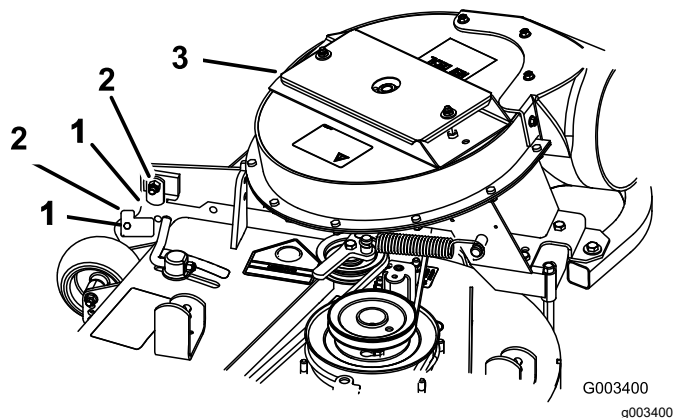

Bild 18
- Schließen Sie das Gebläse, um die richtige Ausrichtung der Riegel zu prüfen (Bild 18).